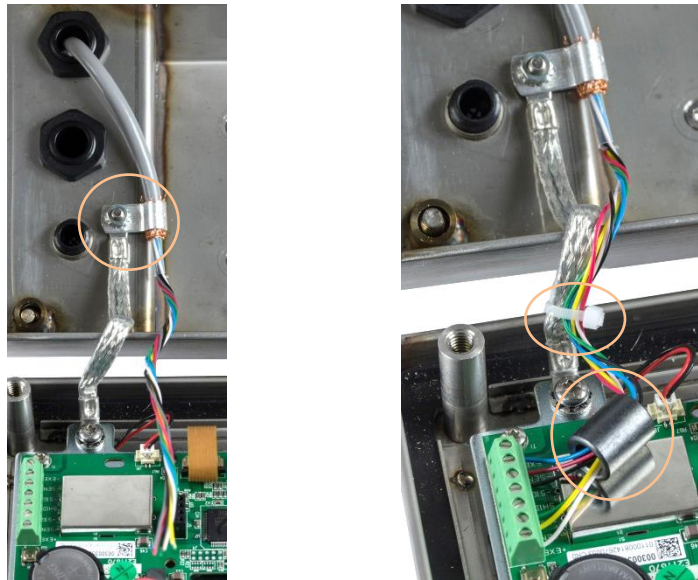

Abbildung 2-32: Ferritperleninstallation und Gehäuseerdung des analogen Wägezellenkabels, IND236
21. Verbinden Sie die Erdungsklemme mit der Befestigungsschraube der Gehäuseverbindung mit dem Gehäuse wie in Abbildung 2-32 (links).